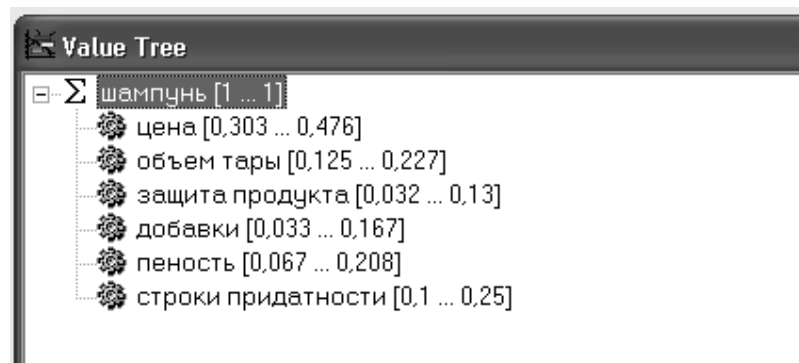

Рис. 2. Приклад заповнення критеріїв
3. Після того як ми ввели товар який будемо оцінювати з допомогою команди New Goal вводимо критерії. Спочатку ті критерії, які нас найбільше цікавлять при покупці даного товару. Приклад вказаний на рис. 2.